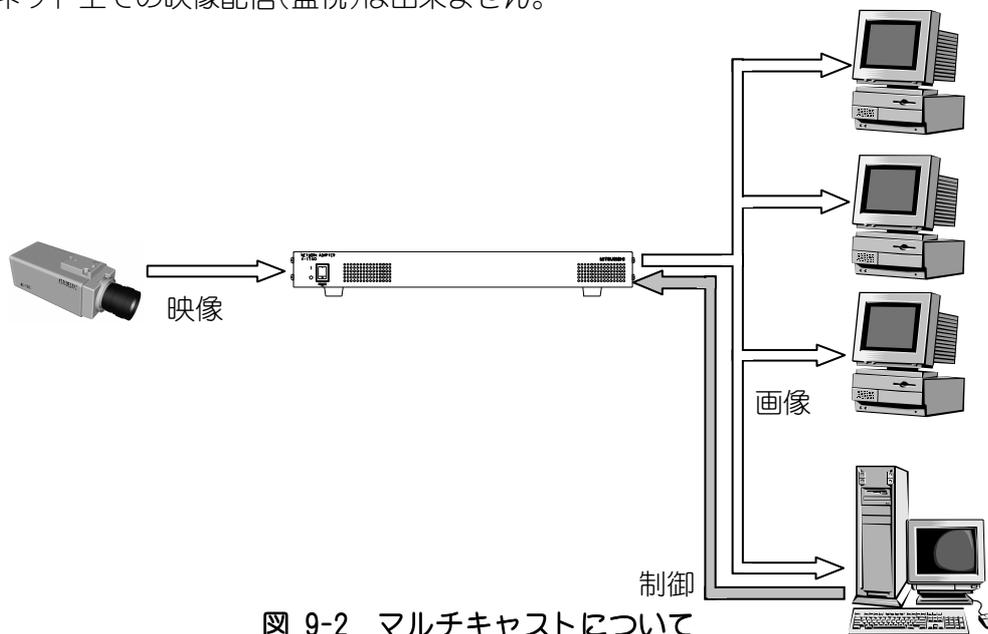

図 9-2 マルチキャストについて
- (1) 図 9-2に示す様に、カメラからの映像を複数の機器で受信することができる通信方式です。
- (2) 複数箇所での監視に適しています。
- (3) 通信プロトコルには、RTP/UDP/IP が利用されます。
- (4) インターネット上での映像配信(監視)は出来ません。